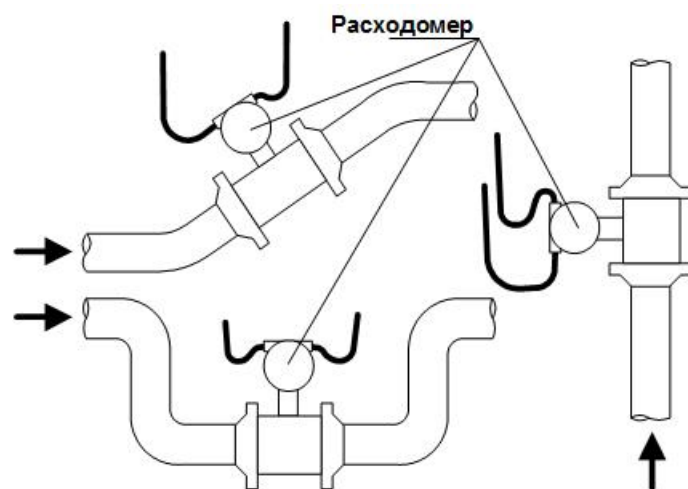

Рис.1. Рекомендуемые места установки расходомера
- расходомер не должен располагаться в самой высокой точке трубопровода, наиболее подходящее место для монтажа (при наличии) – нижний либо восходящий участок трубопровода (см. рис.1);